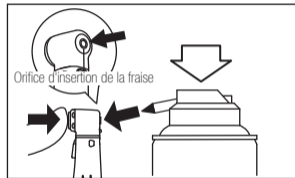

Fig. 11
- 2) Lubrifiez la griffe directement via le trou d'insertion de la fraise. (Fig. 11)